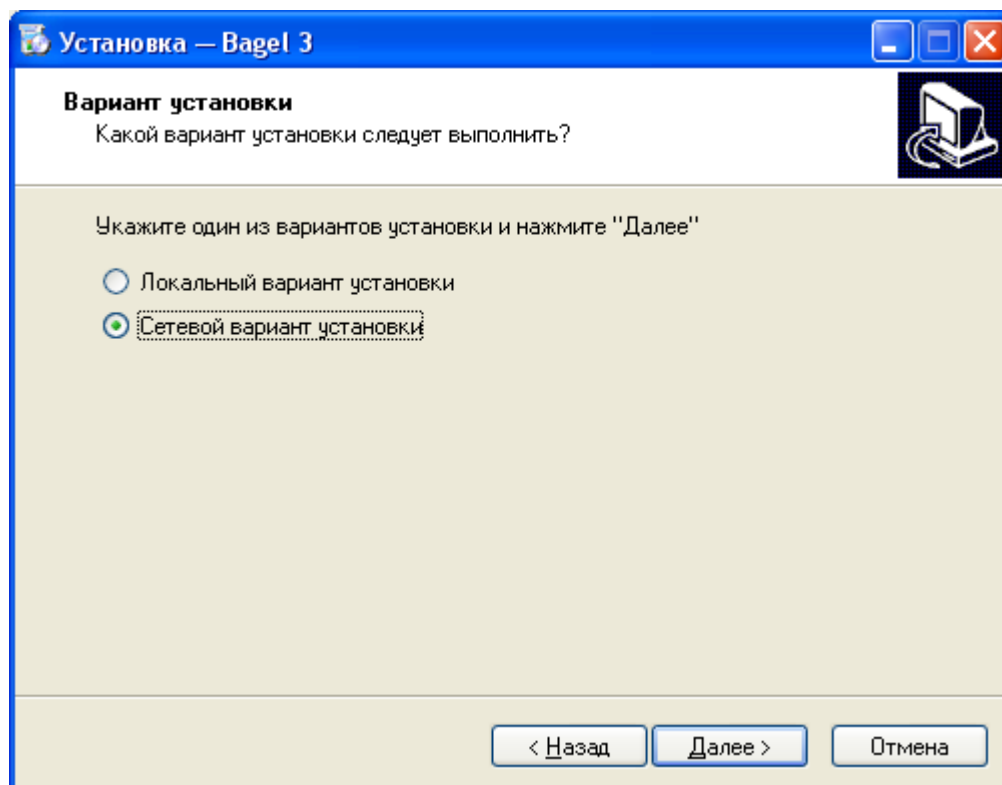

Рис. 1.3
- Выберите Сетевой вариант установки (рис.1.3)